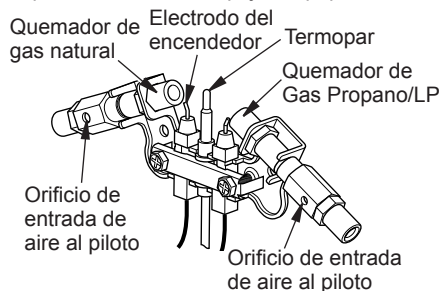

Figura 28 - Orificio de entrada de aire al piloto
4. Nunca inserte objetos en el tubo del piloto. Limpie también el conjunto del piloto. Una punta amarilla en la llama del piloto indica la presencia de polvo y suciedad en el conjunto del mismo. Hay un pequeño orificio de entrada de aire al piloto, a aproximadamente 5 cm (2") de donde sale la llama del piloto (consulte la figura 28). Con la unidad apagada, introduzca aire suavemente a través de la entrada de aire. Si no cuenta con aire comprimido, puede soplar a través de una pajilla o popote.